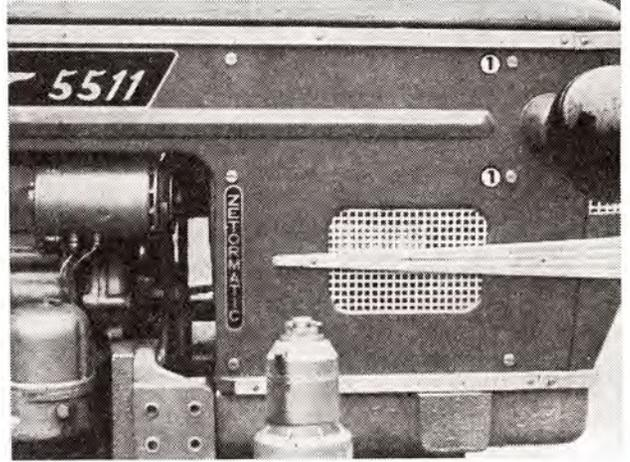

Abb. 26
3. Acht Schrauben M 6 (Abb. 26/1), welche die rechte Seitenwand an die Halter befestigen, sind auszusrauben und die Wand samt Scheinwerfern ist abzunehmen.
2. Acht Schrauben M 6 (Abb. 26/1) auf der rechten und linken Seite der Seitenwand sind abzuschrauben.